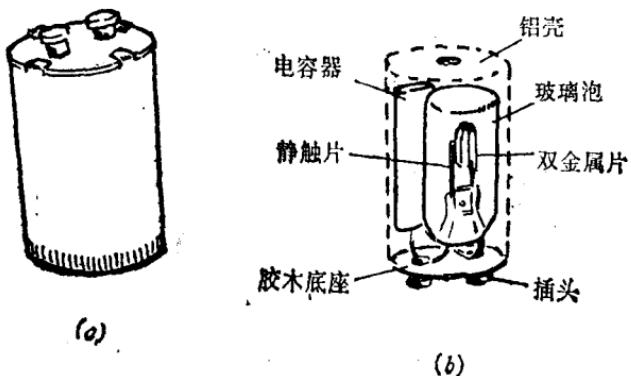

图 8
2. 起辉器，是一个充有氖气的玻璃泡，其中装有一个固定的静触片和用双金属片制的“U”形动触片，如图 8 所示。起辉器不工作时，触片在断开的位置，